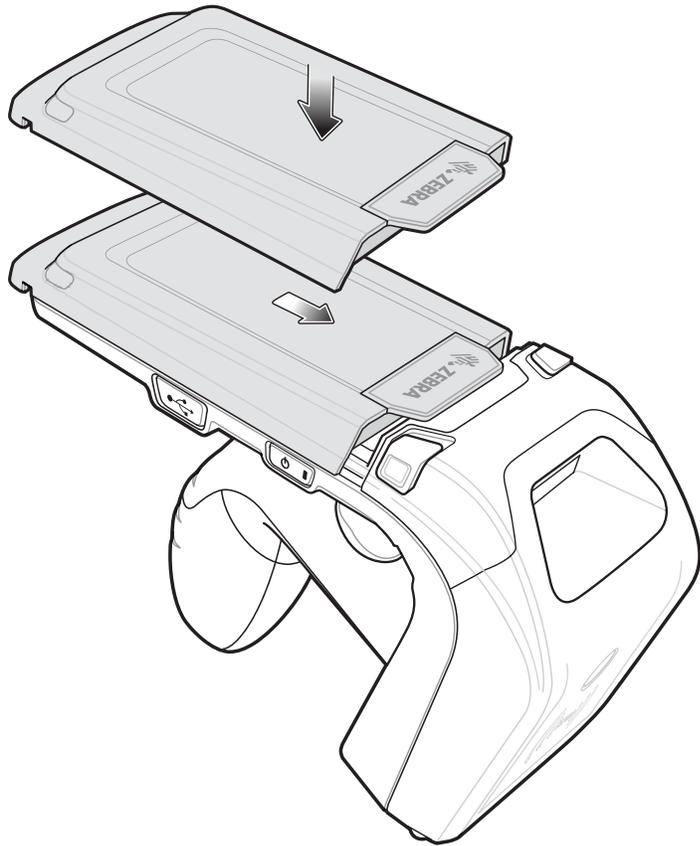

図 1-6 バッテリー カバーの取り付け
5. 1-6 ページの図 1-6 で説明されている手順でバッテリー カバーを取り付けます。